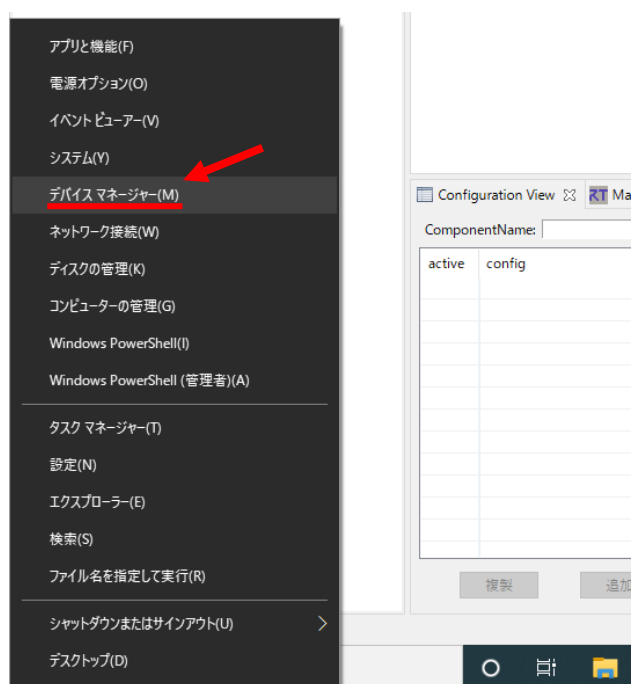

図 45 [スタート]ボタン上で[右クリック]し、表示させた[デバイスマネージャー]の項目
- ⑫ 図 45 のように[デスクトップ]から[スタート]ボタン上で[右クリック]し、表示された項目の中から、[デバイスマネージャー]をクリックし、アプリを起動させる。